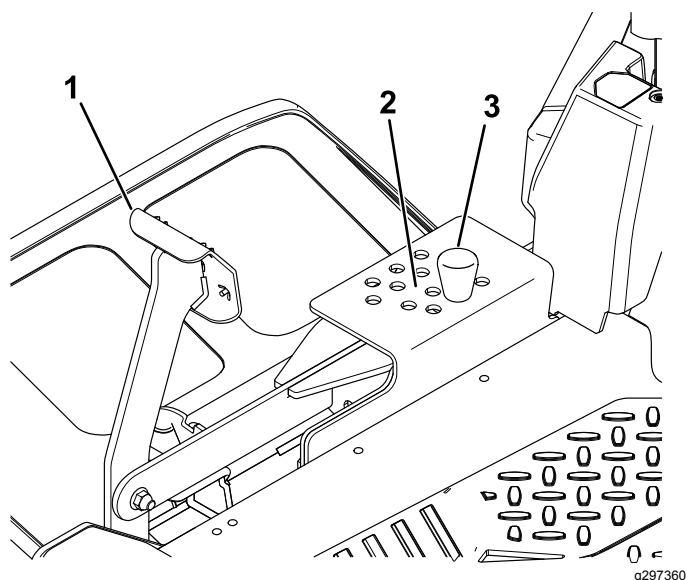

Figura 35
2. Per regolare, spostate il perno dalla staffa dell'altezza di taglio (Figura 35).
3. Nel sistema di selezione dell'altezza di taglio scegliete un foro corrispondente all'altezza desiderata e inserite il perno (Figura 35).